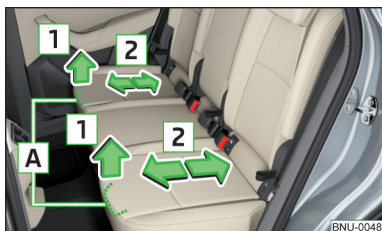

Fig. 87
- › Tirer la manette **A** dans le sens de la flèche **1** et pousser le siège dans le sens de la flèche **2** jusqu'à obtenir la position souhaitée » fig. 87. Une fois le levier de commande relâché, le verrouillage doit s'enclencher de façon audible.
- › Pousser le siège vers l'arrière jusqu'à la butée » fig. 87 à la page 92.